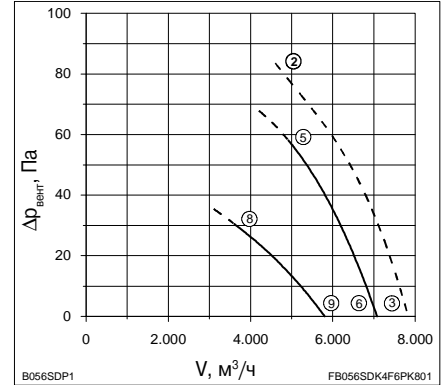

Рис. 1 FB056-SD_4F_S
Вентиляторы серии FB предпочтительно применяются с коротким раструбом. См. примеры монтажа. На рис. 1 представлены характеристики 2-скоростного 3-фазного вентилятора типа FB056-SD_4F_S. Кривые, представленные сплошной линией, соответствуют вентилятору с коротким раструбом с защитной решеткой. Диапазон значений от (5) до (6) соответствует высокой частоте вращения. Диапазон значений, представленный кривой от точки (8) до точки (9), соответствует низкой частоте вращения, полученной путем переключения обмоток электродвигателя Δ/Y .
It is preferable to use FB fans in devices with short bell mouth. See the installation examples. The characteristic curve in Fig. 1 shows fan type FB056-SD_4F_S in a two speed 3~ design. The solid characteristic curves correspond to the use in a short bell mouth with a guard grille. Characteristic curve (5) to (6) = high speed. Characteristic curve (8) to (9) = low speed through Δ/Y switching.